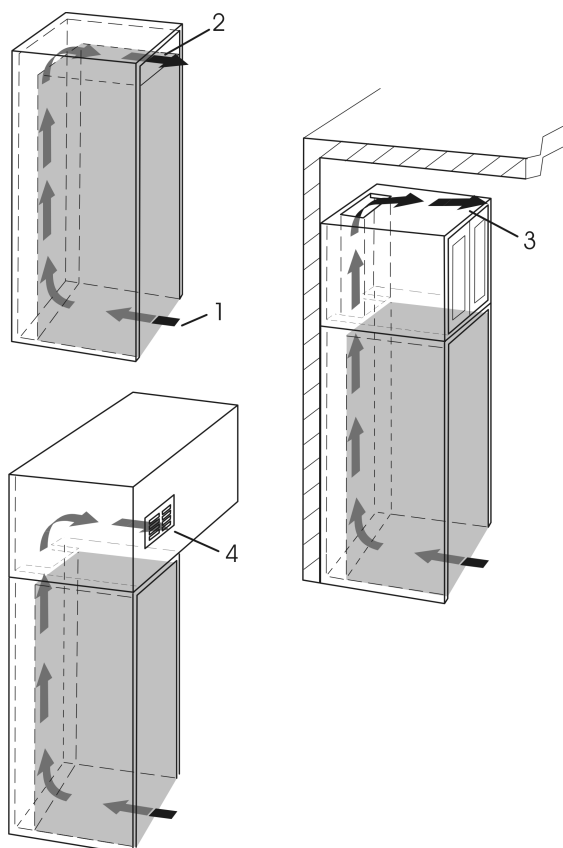

Fig. 8
- Une fente de ventilation efficace d'au moins 31 pcs² (200 cm²) par appareil doit être pratiquée pour l'arrivée Fig. 8 (1) et la sortie d'air Fig. 8 (2).
- La fente de ventilation du dessus peut être réalisée directement au-dessus de l'appareil avec une grille de ventilation disponible en option Fig. 8 (2), au-dessus du placard Fig. 8 (3) à proximité du plafond ou comme bouche de sortie d'air dans un faux plafond Fig. 8 (4).